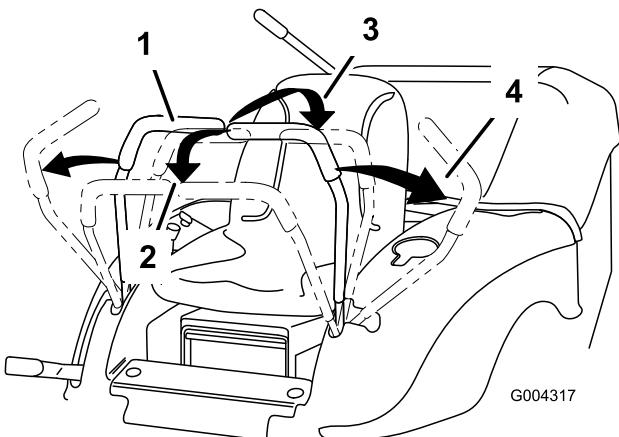

Bild 13
2. Schieben Sie für das Vorwärtssfahren die Fahrantriebshebel langsam vorwärts (Bild 13).
Wenden Sie zum Geradeausfahren auf beide Fahrantriebshebel denselben Druck an (Bild 13).
Verringern Sie zum Wenden den Druck auf den Fahrantriebshebel an der Seite, in deren Richtung Sie wenden möchten (Bild 13).
2. Ziehen Sie zum Rückwärtssfahren die Fahrantriebshebel langsam nach hinten (Bild 13).